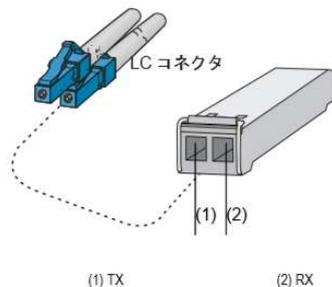

図 3-2 : 光ファイバケーブルの接続
- 3) 図 3-2に示すように、ラッチが固定されたことを示すクリック音があるまで、コネクタに光ファイバケーブルを挿入してください。